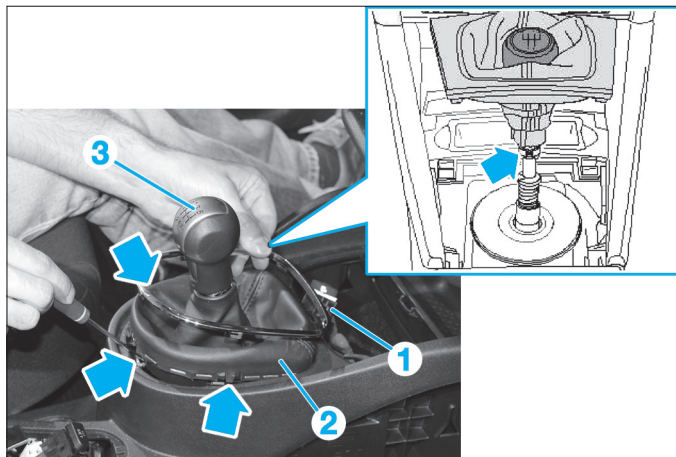
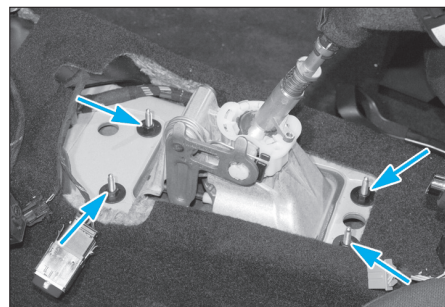

Fig. 7
Fig. 8
- Dégrafer l'enjoliveur (1) puis dégrafer le soufflet (2) en appuyant dans le sens des flèches (Fig.7).
- le pommeau (3) de levier de vitesses (flèche),
- les quatre écrous (Fig.8).